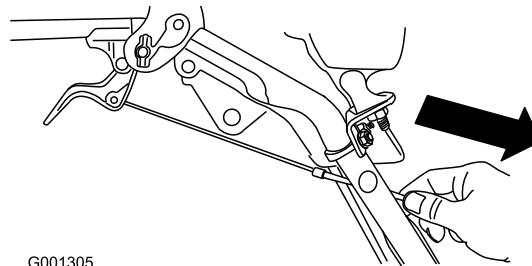

Figura 8
- Abbassate con catena la guaina del cavo finché la leva della frizione ruota non si abbassa eliminando l'imbando dal cavo, quindi serrate a fondo il dado del serrafiletto del cavo (Figura 8).